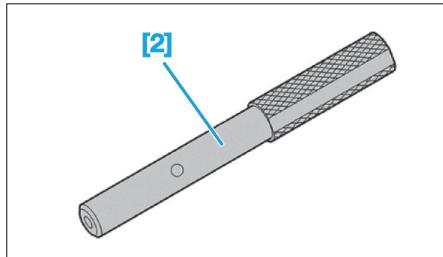

Fig. 63
- [2]. Pige d'arbre à cames (réf : 0188-M) (Fig.63).
- A l'aide de l'outil [2] (Fig.63), piger la poulie d'arbre à cames (9).